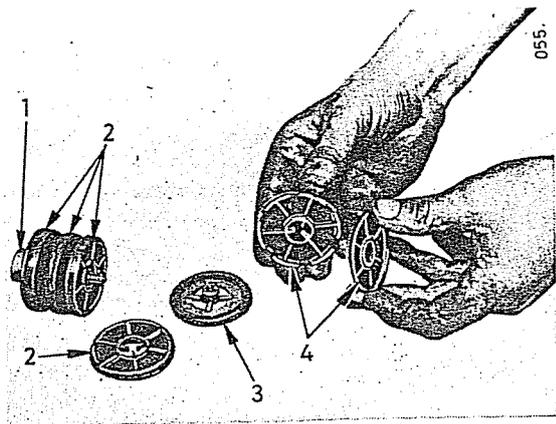

Fig. 58
Le filtre hydraulique de l'Amplimatic se compose de plusieurs disques superposés, à mailles fines, empilés sur un support (1, fig. 58) et maintenus à l'aide d'une vis moletée (3, Fig. 58). Chaque disque constitue en fait un élément filtrant comprenant deux tamis (4, Fig. 58).
- Enlevez la vis moletée (3, Fig. 58) pour pouvoir séparer les disques filtrants (2) du support (1) et les démonter ensuite.